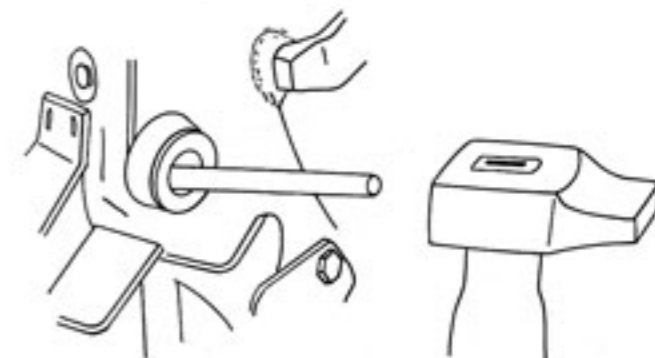

Fig. 3
- Chasser l'une des bagues avec un jet de \varnothing 12 mm (Fig. 3).